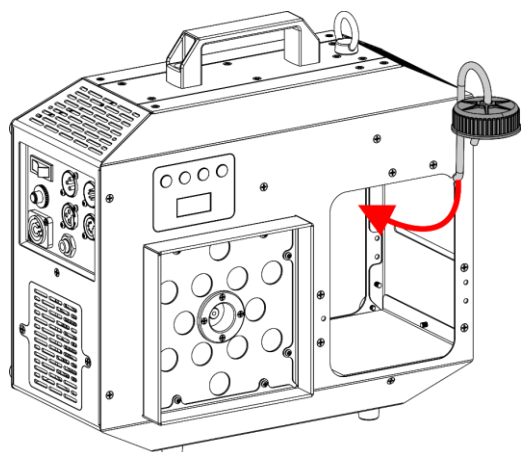

Abb. 16
- 11) Ziehen Sie den Gummischlauch aus dem Loch an der Vorderseite, wie in Abb. 16 gezeigt.